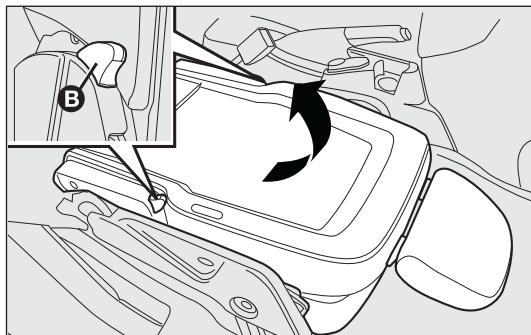

Рис. 26
- с помощью рычагов В- рис. 26 еще больше поднимите сиденье вверх.
Рис. 26б
- поднимите рычаг А (рис. 26с) фиксации спинки и опрокиньте ее вперед; поднятие рычага обозначается красной полосой;
- потяните ленту В (рис. 26с) сзади спинки сидений и опрокиньте вперед сиденья и спинки.
ПРИМЕЧАНИЕ На двоянных сиденьях предусмотрены эластичные резинки, зацепленные за нижний край подушки, чтобы крепить опрокинутое сиденье к стойке подголовника заднего сиденья 2^{го} ряда (см. табличку на спинке сиденья - рис. 26с).
Прежде чем использовать сиденья 3-го ряда во время движения, убедитесь, что сиденья 2-го ряда находятся в правильном для движения положении и хорошо закреплены (см. специальную табличку - рис. 26д).
рис. 26с
рис. 26д
рис. 26е
- толкните рычаг, как показано на рис. 26е;
- толкните рычаг, как показано на рис. 26е и потяните его, убедившись, что сиденье правильно закреплено;
ПРЕДУПРЕЖДЕНИЕ Убедитесь, что сиденье хорошо закреплено к креплениям в полу, а рычаг А (рис. 26с) закрыт (красная полоса не видна).